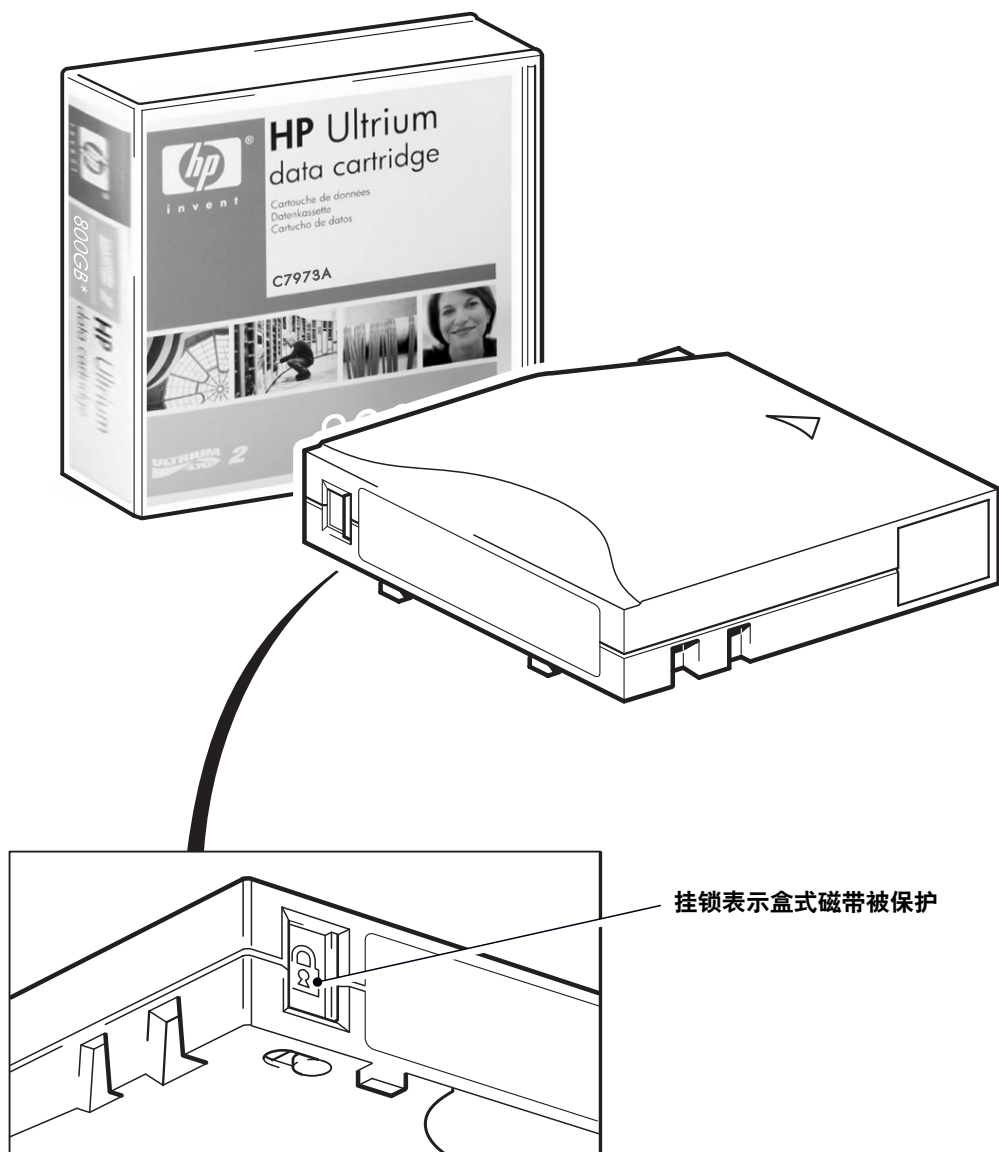

图 11：对盒式磁带设置写保护
- 要取消盒式磁带写保护，请将开关推到左侧以允许向盒式磁带写入数据。图 11 指明了写保护标签的位置。